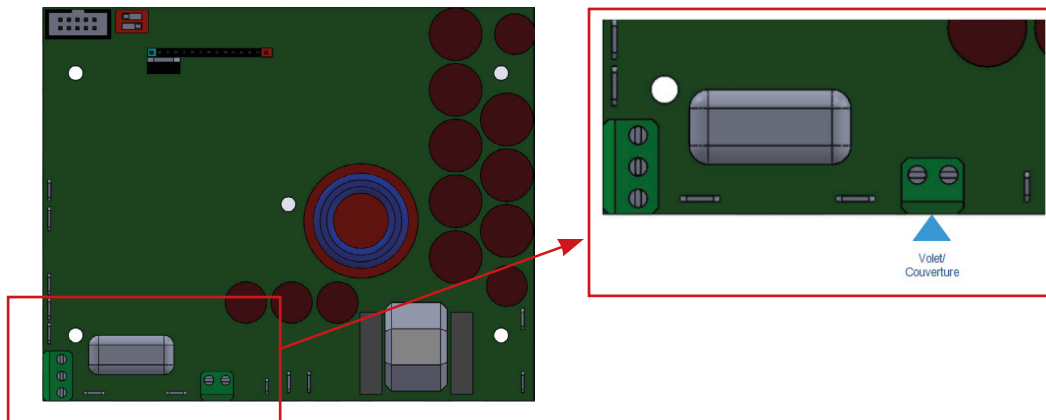

Figure 3
- Repérer dans le coffret électrique du volet automatique le contact de fin de course (un contact sec, sans alimentation). Certains fabricants de volets identifient spécialement ce contact pour le pilotage des électrolyseurs. Ce contact doit être de type **N**ormalement **O**uvert. (NO)
- Relier les bornes du contact sec (NO) par 1 câble à 2 conducteurs de faible section au bornier de la carte électronique située à l'intérieur du boîtier de commande de l'électrolyseur comme indiqué sur la Figure 3 ci-dessous.